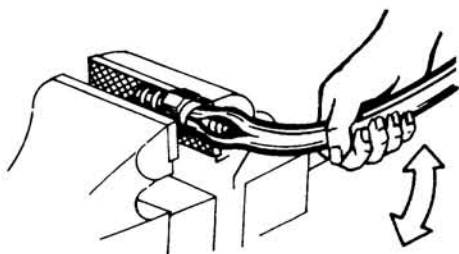

Fig. 2
- c Doble la manguera y sáquela de la boquilla (fig. 2).